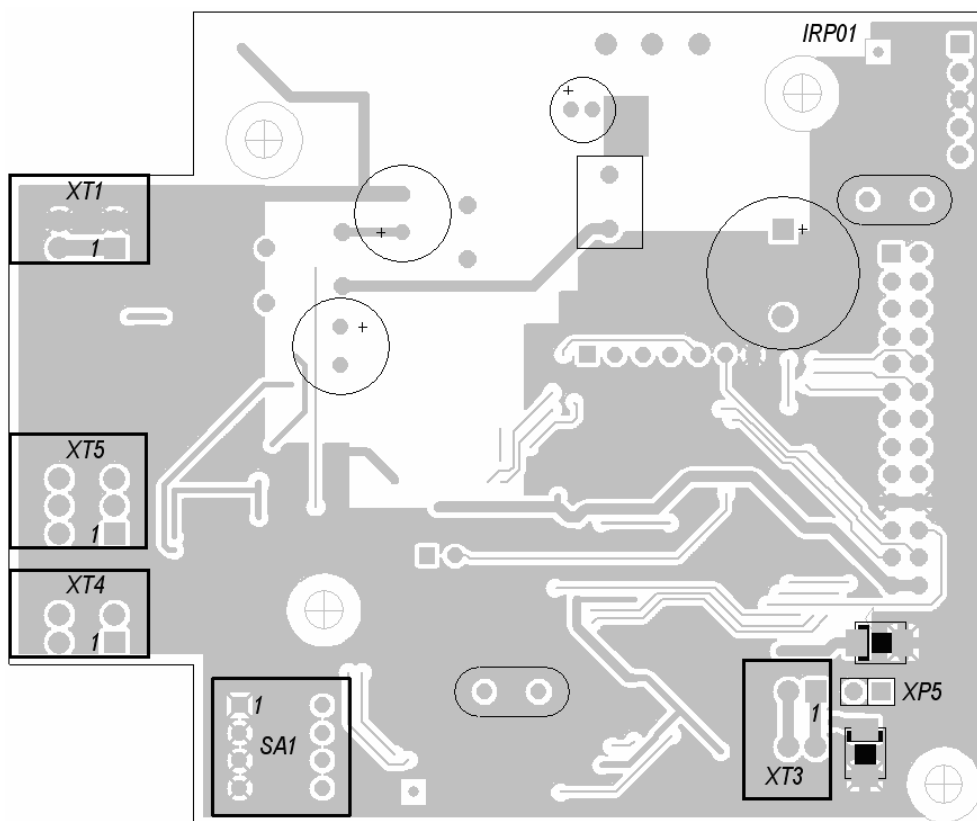
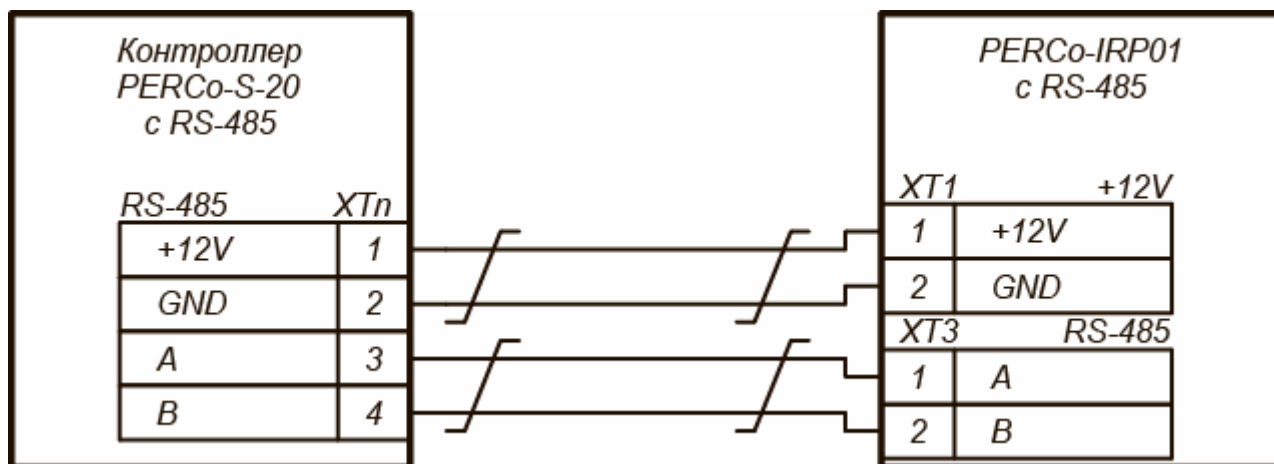
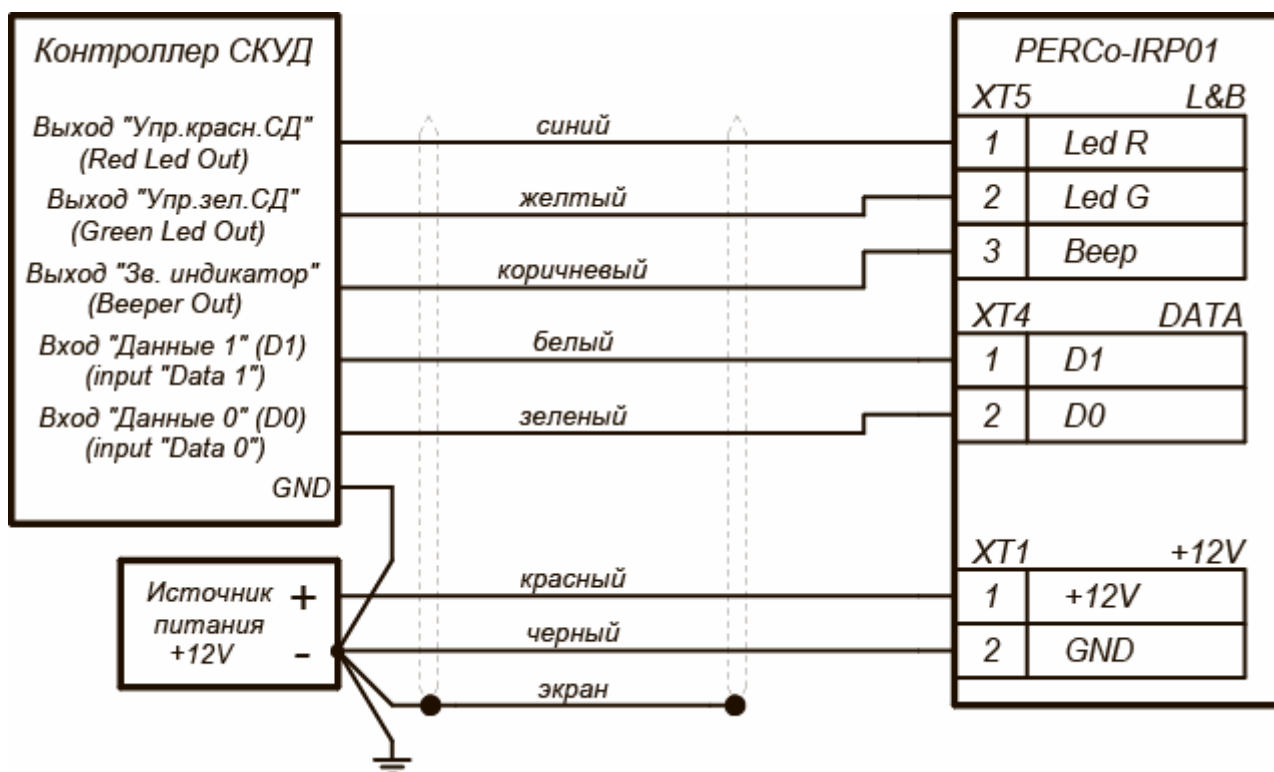

Рисунок 2 Внешний вид платы считывателя
Рисунок 6 Схема подключения считывателя к интерфейсу RS-485 контроллера PERCo-S-20
Рисунок 7 Схема подключения считывателя к интерфейсу Wiegand контроллера SKUD
Выбор интерфейса считывателя осуществляется с помощью переключателя №1 DIP-переключателя SA1, расположенного на плате считывателя (см. рис. 2):
Для работы считывателя в режиме *RS-485* переключателя №1 DIP-переключателя SA1, расположенного на плате считывателя (см. рис. 2) должен быть установлен в положение *ON*. При подключении к интерфейсу *RS-485* считыватель может использоваться как внешний считыватель для контроллеров **PERCo-S-20**.
Выбор номера считывателя осуществляется с помощью переключателя №2 DIP-переключателя SA1, расположенного на плате считывателя (см. рис. 2), при этом переключатель №1 должен быть установлен в положение *ON*. Номер считывателя определяется согласно таблице 1.
Для работы считывателя в режиме *Wiegand* переключатель №1 DIP-переключателя SA1, расположенного на плате считывателя (см. рис. 2), должен быть установлен в положение *OFF*. При подключении к интерфейсу *Wiegand* считыватель может использоваться, как внешний считыватель для контроллеров СКУД.
При работе с контроллерами СКУД на экране ЖКИ считывателя отображается индикация, аналогичная указанной в разделе 5.1.2. Возможны два варианта управления индикацией: «*single line*» и «*double line*». Выбор варианта индикации осуществляется с помощью переключателя №2 DIP-переключателя SA1, расположенного на плате считывателя (см. рис. 2), при этом переключатель №1 должен быть установлен в положение *OFF*. Вариант управления индикацией определяется согласно таблице 2.
Управляющие сигналы в случае работы в режиме «*single line*» передаются по линии, подключенной к контакту *Led R* (см. рис. 7) разъема *XT5* на плате считывателя (см. рис. 2). В случае работы в режиме «*double line*» управляющие сигналы передаются по двум линиям, подключенным к контактам *Led R*, *Led G* разъема *XT5* на плате считывателя. Для управления звуковой индикацией считывателя от контроллера СКУД необходимо соединить с минусом источника питания провод, подключенный к контакту *Beep* разъема *XT5*. Индикация считывателя в зависимости от подаваемых на него управляющих сигналов указана в таблице 3.
Выбор формата выходных данных *Wiegand* считывателя осуществляется с помощью переключателей №3 и №4 DIP-переключателя SA1, расположенного на плате считывателя (см. рис. 2), при этом переключатель №1 должен быть установлен в положение *OFF*. Формата выходных данных *Wiegand* считывателя определяется согласно таблице 4.
12. Проложите кабель внутри стойки-считывателя, закрепите его и подключите к плате считывателя согласно схемам подключения, изображенным на рис. 6 или рис. 7.
14. Подключите кабель к контроллеру **PERCo-S-20** или СКУД согласно схемам подключения, изображенным на рис. 6 или рис. 7.